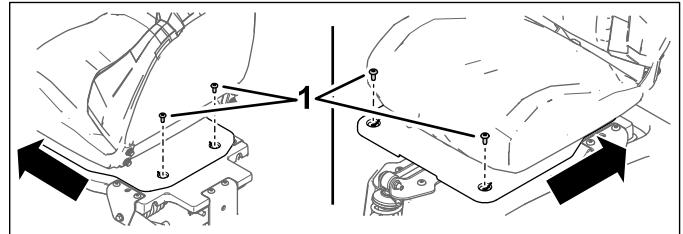

Figure 2
- B. Accédez aux 4 boulons Torx qui fixent le plateau du siège au cadre. Retirez les boulons, puis déposez le siège et son plateau avec précaution et mettez-les de côté (Figure 2).